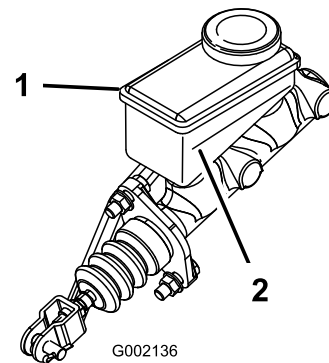

**Figura 44**
1. Retire el capó para acceder al cilindro de freno principal y al depósito (Figura 44).
- A. Limpie la zona alrededor del tapón del depósito y retire el tapón (Figura 44).
- C. Coloque el tapón del depósito (Figura 44).